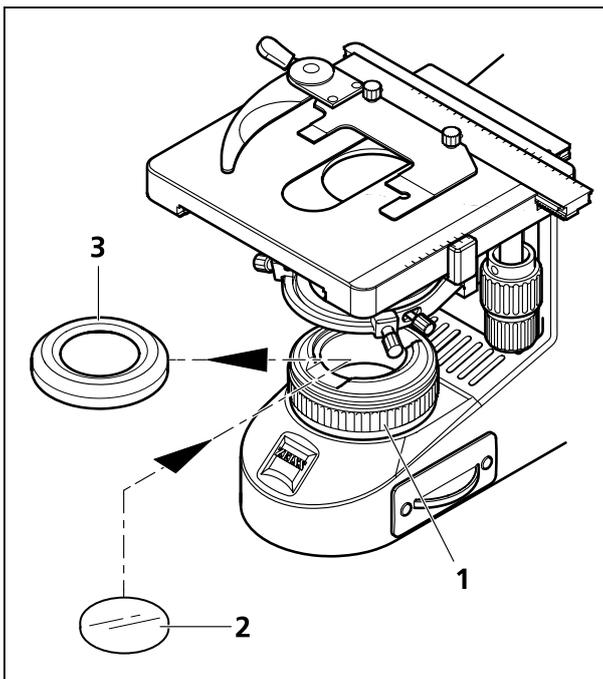

Figura 12 Insertar un filtro cromático
- Desenroscar el anillo de cubierta (Figura 12/3) del diafragma de campo luminoso (Figura 12/1).
- Poner el filtro deseado – amarillo, verde o azul – (Figura 12/2) sobre la superficie de apoyo del diafragma de campo luminoso y volver a enroscar el anillo.